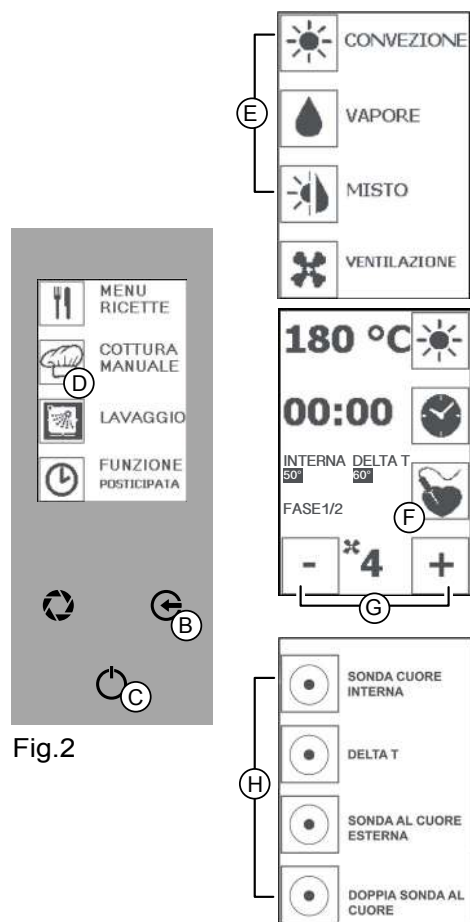

Fig.2
2. Chiudere la porta del forno, premere l'icona "GO!" e premere l'icona "COTTURA MANUALE" (Fig 2/D).
Selezionare una modalità di cottura (Fig.2/E).
3. Premere l'icona "SONDA AL CUORE" (Fig 2/F) e l'icona "SONDA AL CUORE INT o EST" (Fig 2/H). Premere l'icona "SONDA AL CUORE" (Fig 2/F) e con le icone "MENO" e "PIÙ" (Fig 2/G) impostare la temperatura della sonda al cuore. Premere l'icona "SONDA AL CUORE" (Fig 2/F) per confermare.
Premere tasto "INVIO" (Fig 2/C) per avviare la cottura.
Premere tasto "INVIO" (Fig 2/C) e premere più volte il tasto "ESC" (Fig 2/B) per tornare alla schermata iniziale.
3. Premere l'icona "SONDA AL CUORE" (Fig 2/F) e l'icona "DELTA T" (Fig 2/H). Premere l'icona "SONDA AL CUORE" (Fig 2/F) e con le icone "MENO" e "PIÙ" (Fig 2/G) impostare la temperatura della sonda. Premere l'icona "SONDA AL CUORE" (Fig 2/H) e con le icone "MENO" e "PIÙ" (Fig 2/G) impostare la costante differenza di temperatura tra camera di cottura e sonda al cuore (compresa fra 20° e 120°).
Premere l'icona "SONDA AL CUORE" (Fig 2/H) per confermare.
Premere tasto "INVIO" (Fig 2/A) per avviare la cottura.
Premere tasto "INVIO" (Fig 2/A) per arrestare la funzione e premere più volte il tasto "ESC" (Fig 2/B) per tornare alla schermata iniziale.